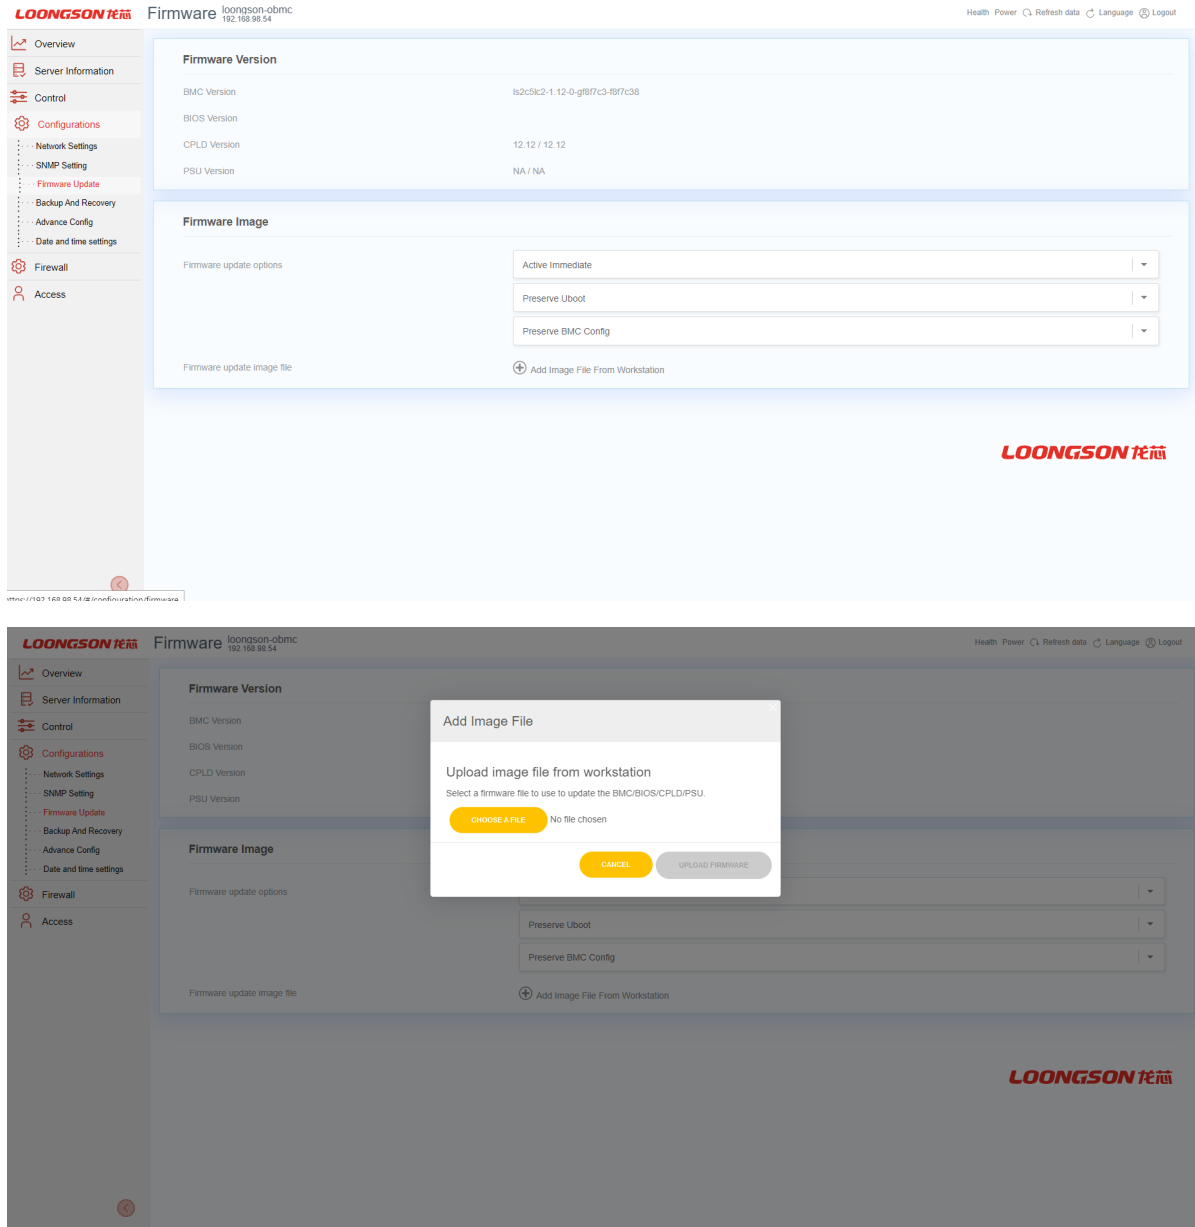

Рис. 84. Меню Firmware update
- 2) Пройдите во вкладку «Configuration» → «Firmware update». Окно показано на рис. 84 Меню Firmware update